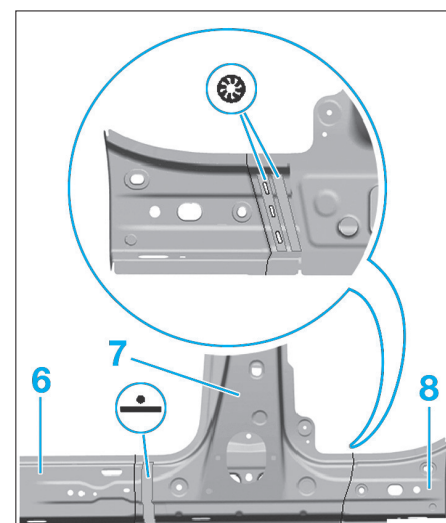
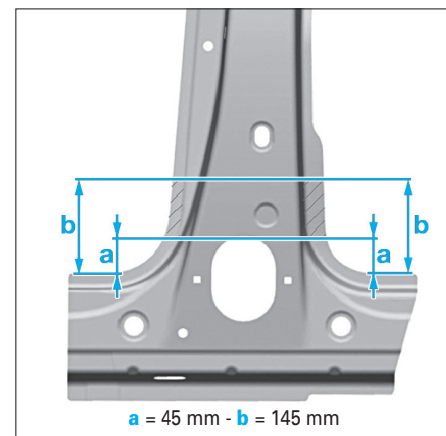

FIG. 69
FIG. 70
- Agrafer le renfort de bas de caisse arrière (4) avec le renfort de montant B (3) par le haut (2) et par le bas (5) en cordon continu.
- Souder le renfort de bas de caisse avant (6) avec le renfort de montant B (7) à la pointeuse électrique (réaliser deux points sur la partie supérieure, deux points sur la partie inférieure et quatre points sur la partie extérieure) (Fig.69).
- Souder le renfort de bas de caisse arrière (8) avec le renfort de montant B (7) de l'intérieur par bouchonnage.
- Repérer les zones dans lesquelles il ne faut pas souder pour des raisons de sécurité (Fig.70)